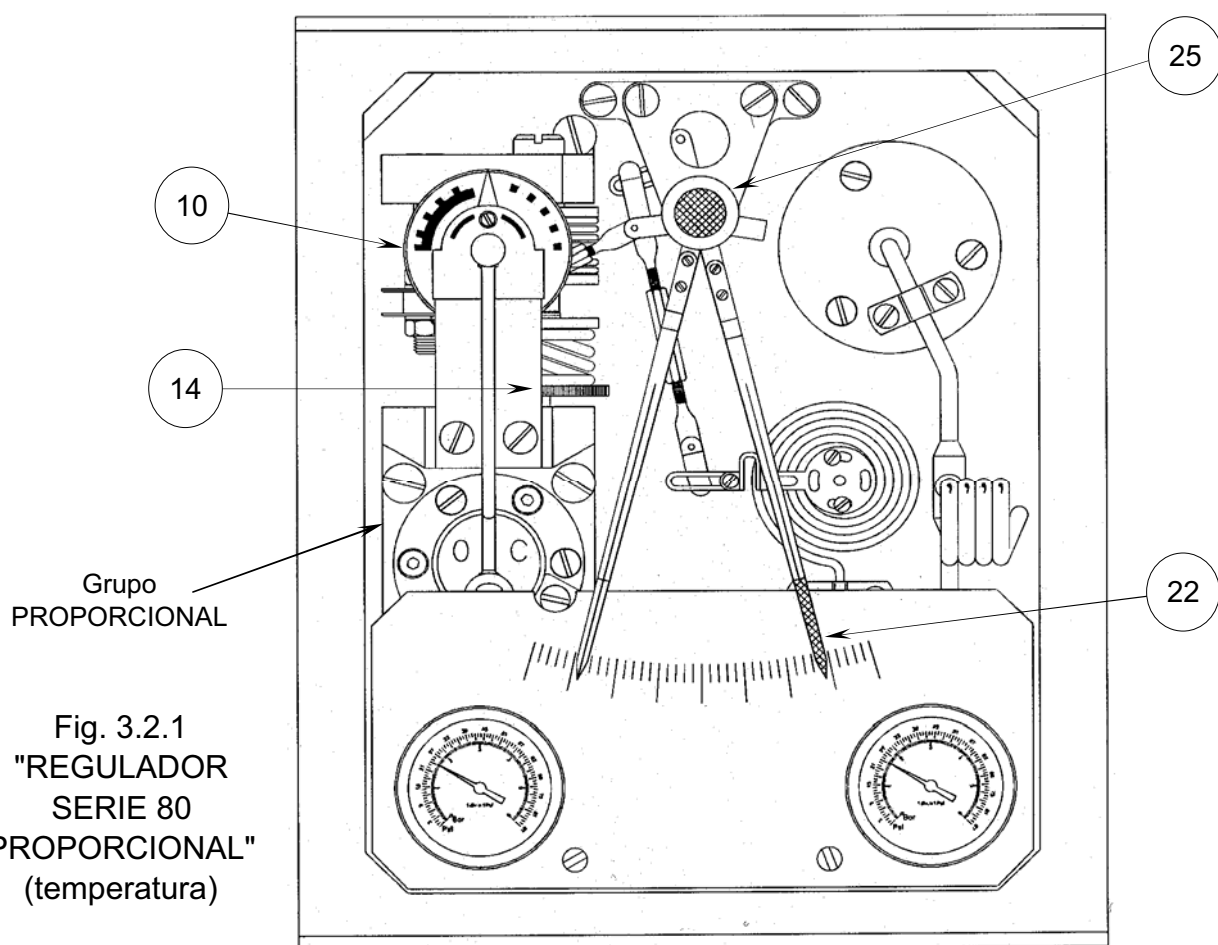

Fig. 3.2.1
### 3.2. REGULADOR PROPORCIONAL (P) (Fig. 3.2.1)